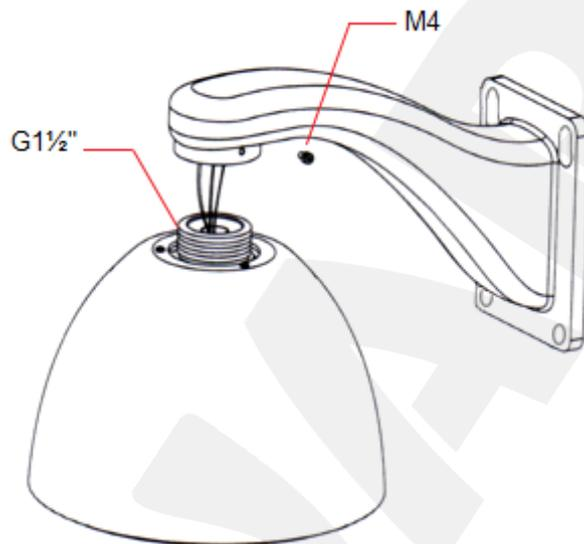

Рис. 4.6
**Шаг 2:** обмотайте резьбу защитного кожуха достаточным количеством ленты ФУМ из комплекта поставки для обеспечения герметичности резьбового соединения с кронштейном. Проденьте кабель через кронштейн, вкрутите в него защитный кожух до упора и зафиксируйте резьбовое соединение винтом (Рис. 4.6).